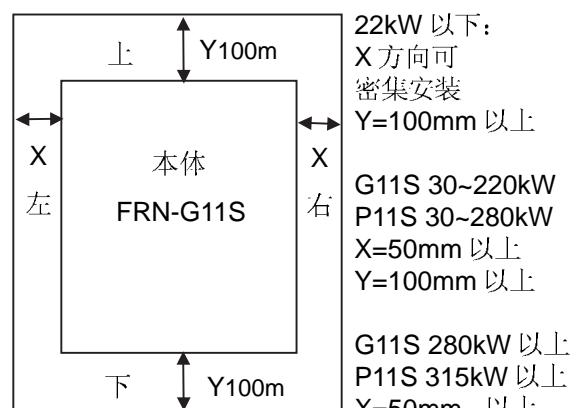

图 2-2-1
① 变频器应垂直安装，在正前方能看到 FRENIC5000G11S 或 FRENIC5000P11S。请勿倒装，斜装或水平安装。应使用螺钉安装在牢固的结构上。
② 变频器运行时要产生热量，为确保冷却空气的通路，应如图 2-2-1 所示，设计留有一定的空间。产生的热量向上散发，所以不要安装在不耐热设备的下方。
③ 变频器运行时，散热板的温度能达到接近 90°C。所以，变频器背面的安装面必须要用能耐受较高温度的材质。